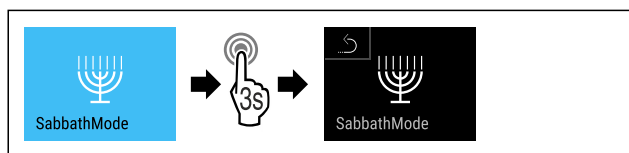

Fig. 13
- Eseguire i passaggi (vedere Fig. 13).